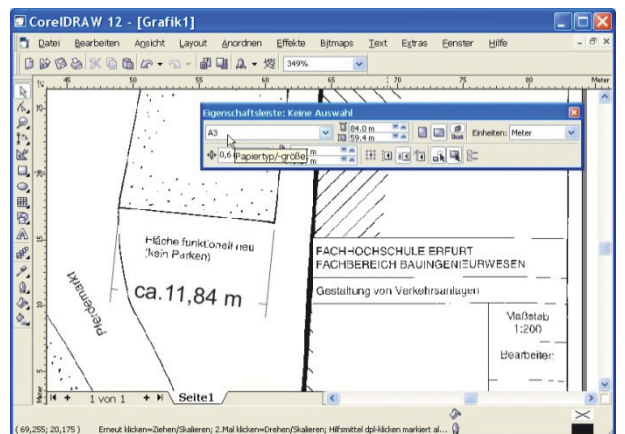

Abb. 9-35: Anpassen von dynamischer Bemaßung an die Skalierung
- Dadurch wird das Lineal neu skaliert, an der Zeichnung selbst ändert sich nichts (vgl. die Abbildungen 9-34 und 9-35). Alle vorhandene Maße werden umgerechnet, wodurch der Eindruck entsteht, man würde am Originalobjekt mit realen Maßen arbeiten. Hinsichtlich der Druckausgabe behält das Dokument die ursprünglich eingestellte Größe A3 (Abb. 9-35).